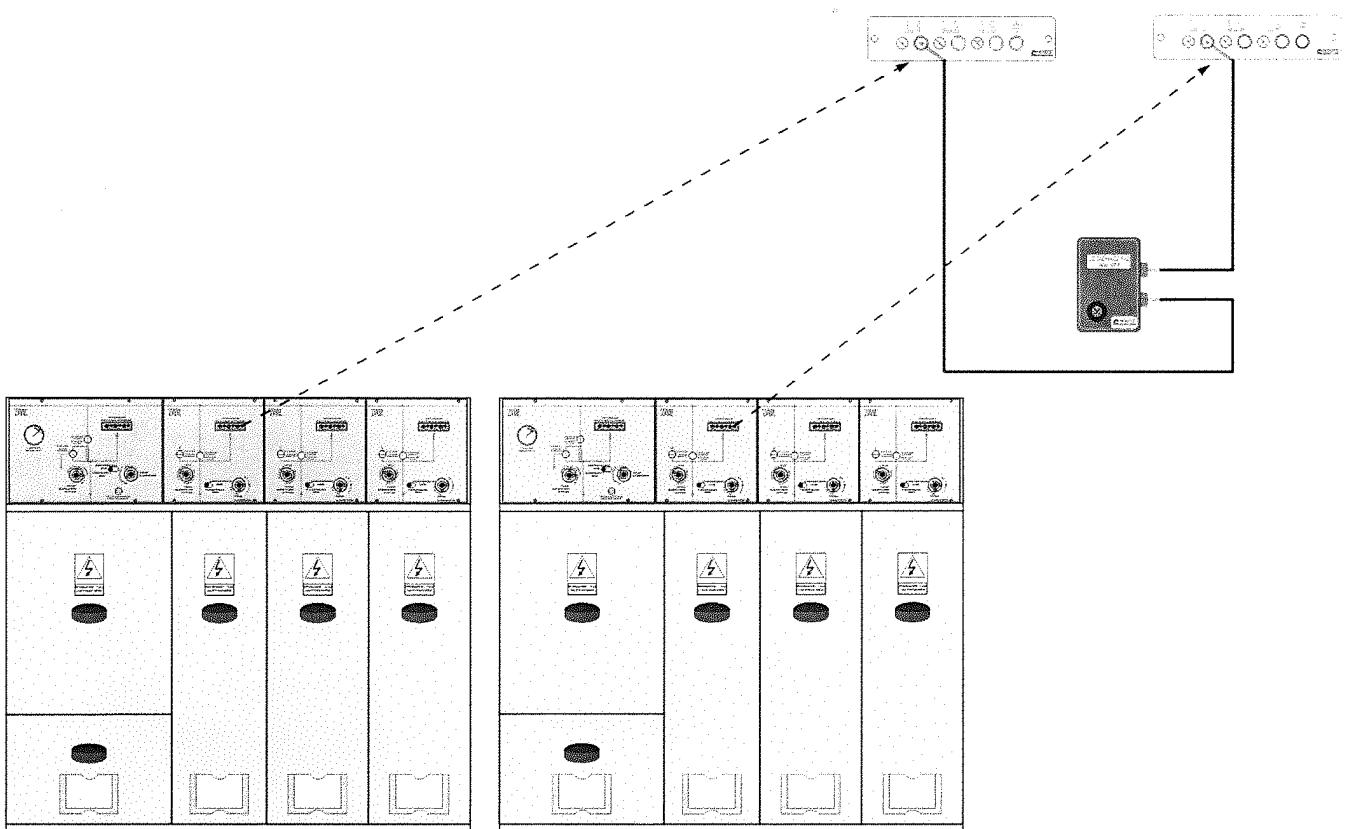

Рис. 1.1.2 Проверка фазовых взаимозависимостей между двумя присоединительными пунктами
- отключить провод из гнезда „ $\frac{1}{2}$ ” указателя и подключить его к гнезду второго указателя согласно рис. 1.1.2